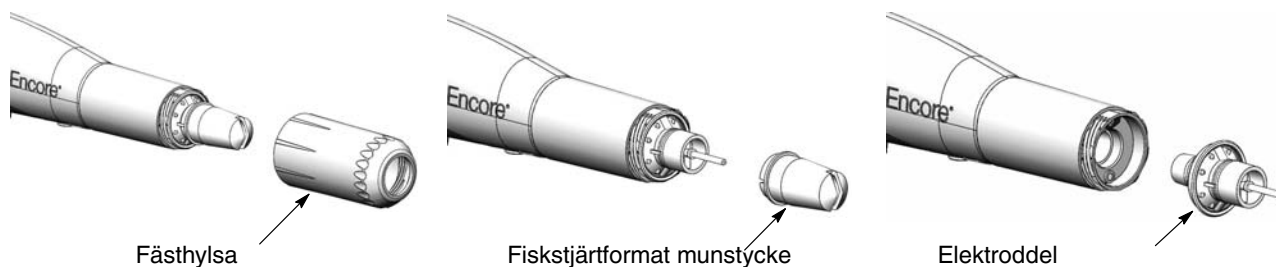

Bild 4-6 Byte av fiskstjärformat spraymunstycke
2. Se bild 4-6. Skruva moturs av munstycksmuttern.